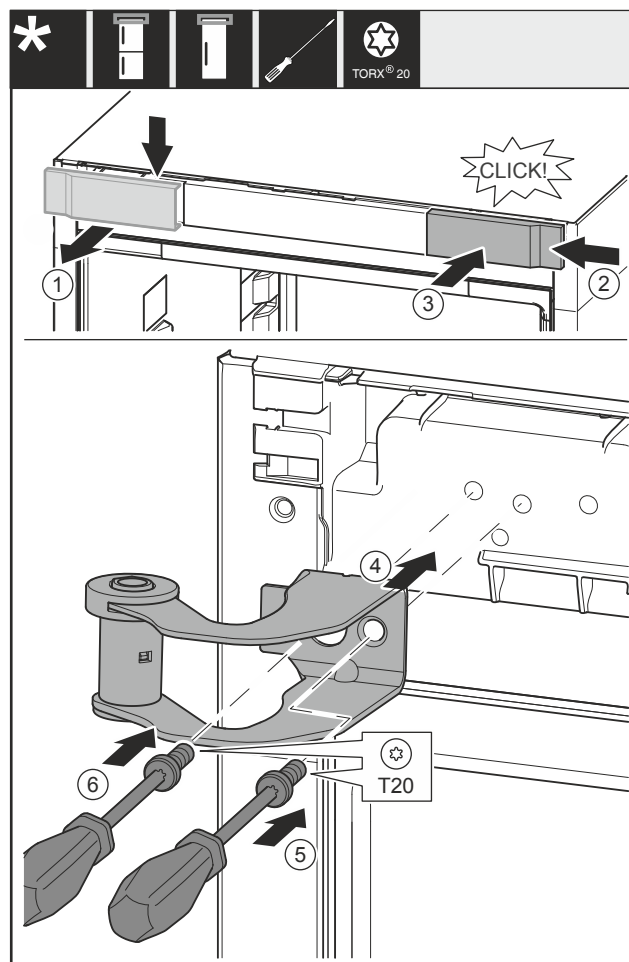

Fig. 36
- Odeberte kryt Fig. 36 (1) shora dopředu.
- Kryt Fig. 36 (2) otočený o 180° zavěste na druhé straně zprava.
- Zaklapněte kryt Fig. 36 (3).
- Nasadte horní stojan ložiska Fig. 36 (4).
- Utáhněte šroub Fig. 36 (5).
- Utáhněte šroub Fig. 36 (6).